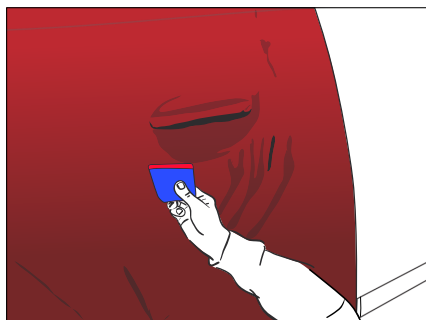

Figure 22
- › Tendre le film sur le passage des poignées et vérifier avec la raclette que vous faites le tour des poignées. (FIG. 22)